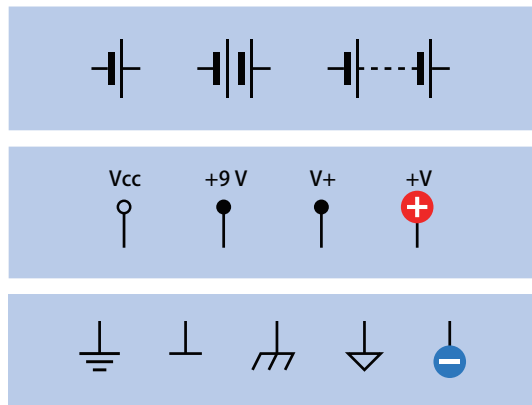

图 2-42 表示直流电正负的各种方法
**2. 电源：**DC（直流）电源有多种表示方法。图 2-42 的上面部分展示了电池的符号。短线表示负极，长线表示正极。习惯上，一组长短线代表单个的 1.5 V 电池，两组线代表 3 V 电池，等等。但是若电路使用高电压，且含有真空管，绘制电路图的人员通常会在电池之间画上一条虚线，而不是把它们全部画出来。
简单电路图可能仍使用电池符号，但正负直流电更常用单独的符号表示，如图 2-42 的中图和下图所示。正电加在电路中，标记为 Vcc、VCC、V+、+V 或 +V 加上电压数值。最初，VC 指晶体管集电极上的电压，VCC 指整个电路的供电电压，现在无论电路中有无晶体管，都这样使用
电源的负极可以用图 2-42 中下部的任一符号表示。它可以指“负极接地”或只是“地”。因为电路中的很多部分都分享负电势，所以会有多个接地符号出现在电路图上。这比起画很多条线，再把它们连到一起要方便很多。